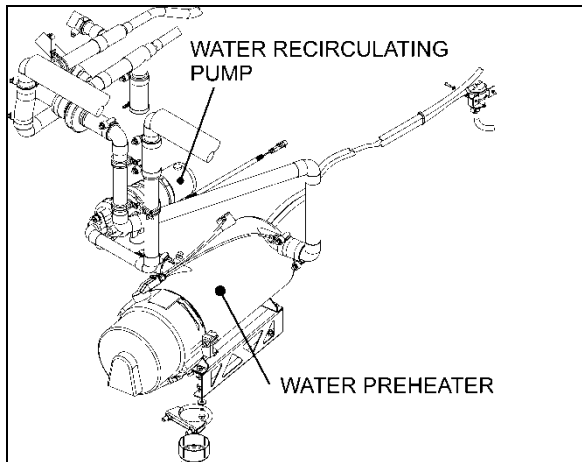

FIGURA 61: UBICACIÓN DE LA BOMBA - SERIE X3 (A/C CENTRAL) 22331
- Serie X3 - compartimento del precalentador de refrigerante (Figura 61)